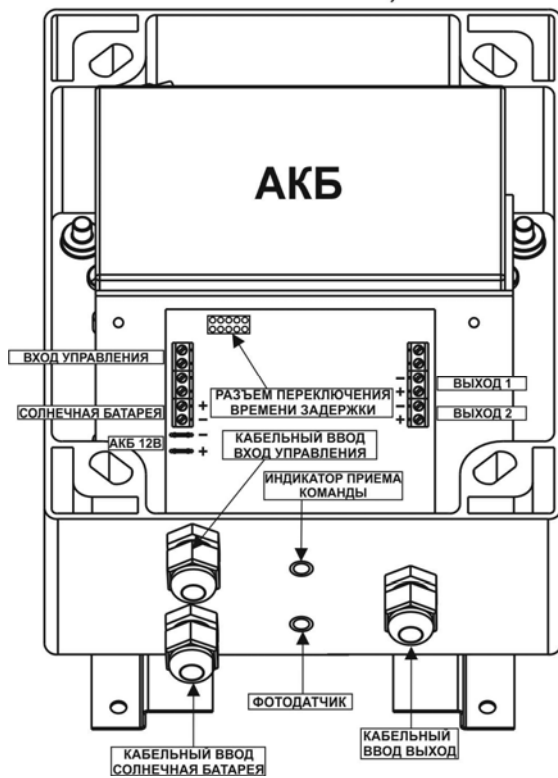

Рис.2
Контроллер заряда АКБ **2** (далее по тексту контроллер см. рис.2) представляет собой блок с зарядным устройством АКБ, функцией защиты от глубокого разряда и функцией контроля освещенности.
Мигание светодиода ИНДИКАТОРА ПРИЕМА КОМАНДЫ в течении 4...5сек подтверждает запись (см. рис.2).
Подвод соединительных линий осуществляется через кабельные вводы **ВЫХОД, ВХОД УПРАВЛЕНИЯ** и **СОЛНЕЧНАЯ БАТАРЕЯ** (см. рис.2), которые расположены на боковой стенке корпуса контроллера заряда АКБ.
- подключить аккумулятор входящий в комплект поставки (см. рис.2) к клеммам «АКБ» с учетом полярности (красный провод – к клемме «плюс» АКБ)\*\*.
- Мигание светодиода **ИНДИКАТОРА ПРИЕМА КОМАНДЫ** в течении 4..5сек подтверждает запись (см. рис.2);